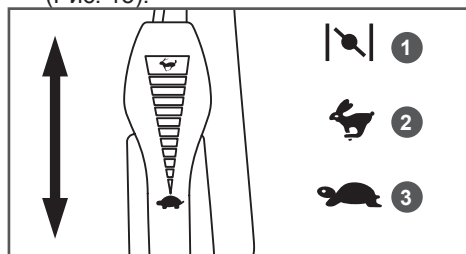
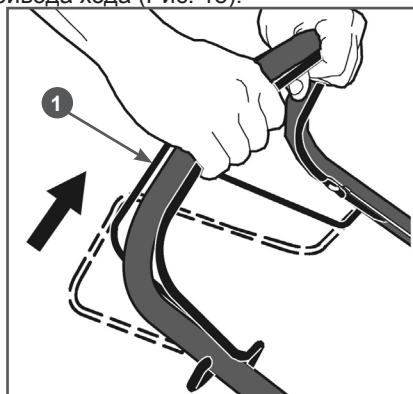

Рис. 15 Положения рычага газа (вид сверху)
Рис. 18 Включение привода хода
2. Для запуска двигателя закройте воздушную заслонку карбюратора, для этого переведите рычаг газа 7 (Рис. 1) в положение «1» (вперёд до упора) (Рис. 15).
5. После запуска двигателя переведите рычаг газа в положение «3» (Рис. 15) и прогрейте двигатель на холостых оборотах в течение 30 секунд.
*После запуска прогретого двигателя работу можно начинать сразу, для этого переведите рычаг газа в положение «2» (Рис. 15).*
2. Рычагом газа переведите двигатель в режим холостого хода (переведите рычаг газа в положение 3 (холостых оборотов) (Рис. 15)
В соответствии с разделом ЗАПУСК ДВИГАТЕЛЯ запустите двигатель и прогрейте его. После прогрева двигателя установите рычаг газа в положение 2 (максимальные обороты) (Рис. 15), затем включите привод хода, нажав рычаг 1 включения привода хода (Рис. 18).
Скашивание необходимо производить только на максимальных оборотах двигателя (рычаг газа в положении 2 (Рис. 15)). Уменьшение оборотов двигателя для снижения скорости движения газонокосилки допускается только на короткое, непродолжительное время. Постоянная работа двигателя газонокосилки на средних и холостых оборотах с целью уменьшения скорости движения газонокосилки (или возможной экономии топлива) запрещается. В противном случае, это приведет к скоплению нагара в камере сгорания, на поверхностях поршня и головки цилиндра, поршневых кольцах, выпускном клапане и глушителе. Также может произойти залегание поршневых колец, зависание выпускного клапана. Кроме этого, из-за недостаточной скорости лопастей и лезвий ножа снижается мощность создаваемого лопастями ножа воздушного потока и эффективность срезания и выброса травы, что может привести к ухудшению производительности скашивания, забиванию деки газонокосилки травой и увеличению нагрузки на двигатель. Выход двигателя газонокосилки из строя по всем вышеперечисленным причинам не будет являться гарантийным случаем.